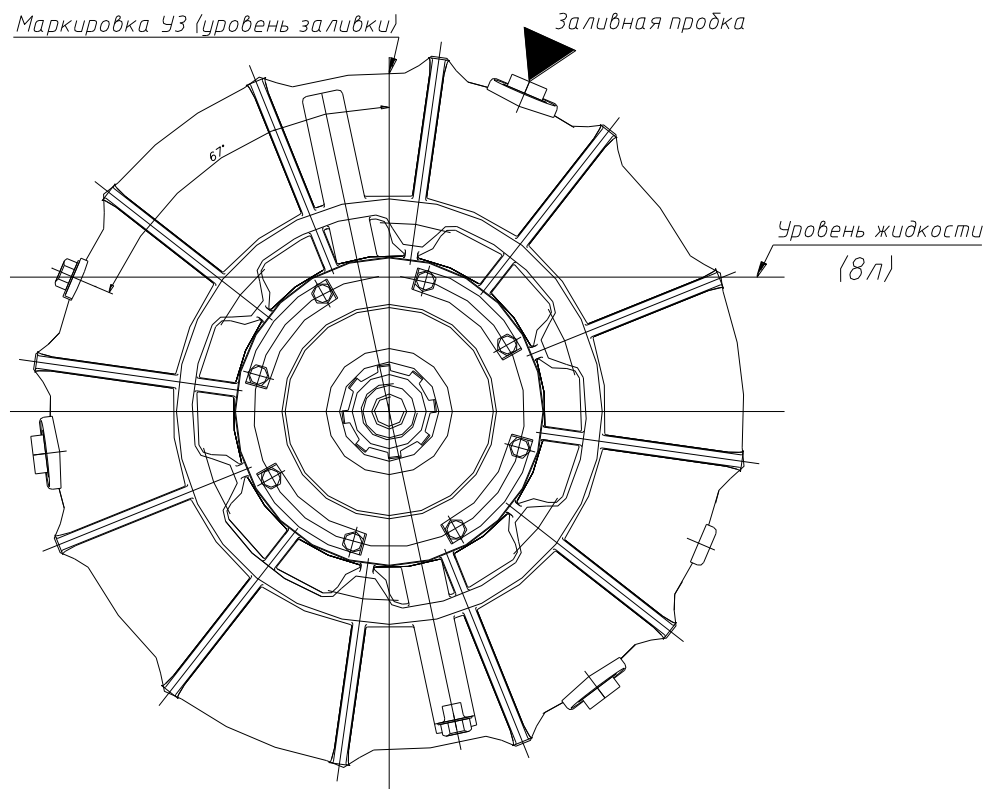

Рис.4
2.3.14. Схема заливки гидромурфты по индикатору показана на рис.4.